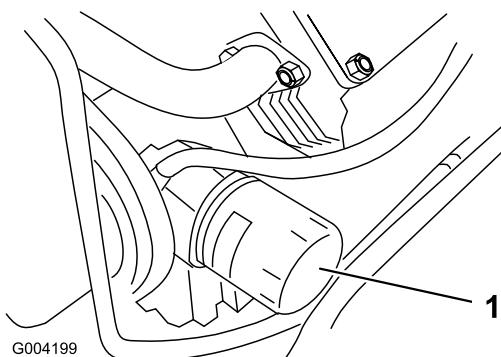

Figure 37
- Enlevez le filtre à huile usagé (Figure 37) et essuyez la surface du joint de l'adaptateur.